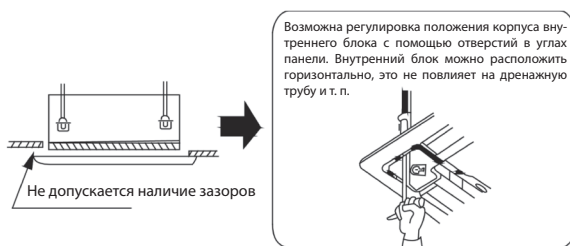

Рис. 10
8. Если после затяжки винтов между потолком и декоративной панелью все еще остается зазор, заново отрегулируйте высоту внутреннего блока. Рис. 10